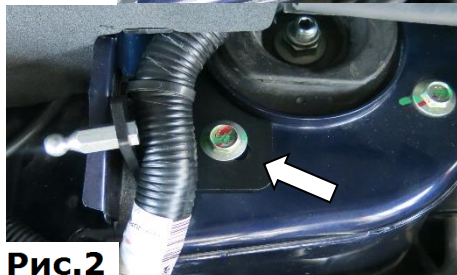

Рис.2
2. Установить кронштейн стойки, как показано на рисунке. Закрутить штатный болт торцевой головкой №13 с усилием 23 Нм, (Рис.2).